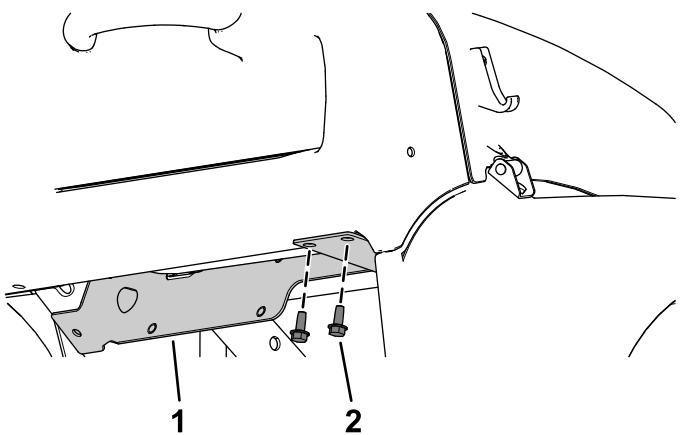

Рисунок 25
- B. Прикрепите правую сторону кронштейна обогревателя к приборной панели при помощи ранее снятых 2 винтов ($5/16 \times \frac{3}{4}$ дюйма), как показано на Рисунок 25.